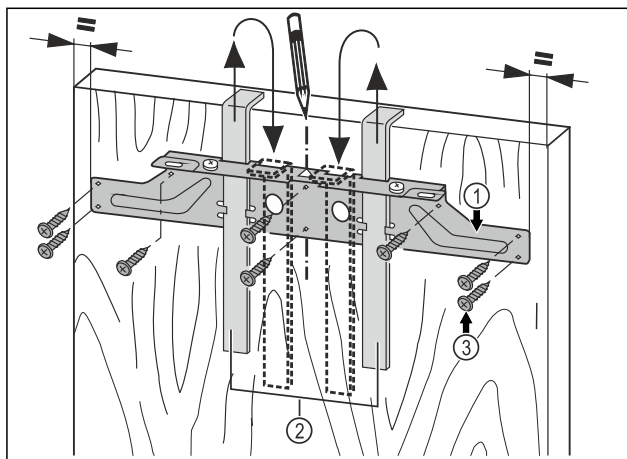

Fig. 45
- ▶ Häng upp monteringstraversen Fig. 45 (1) med monteringshjälpmedlen Fig. 45 (2) på möbeldörrens insida.
- ▶ Rikta in monteringstraversen Fig. 45 (1) i dörrens mitt.
- ▶ Skruva fast monteringstraversen Fig. 45 (1) med minst 6 skruvar Fig. 45 (3).
- ▶ Skruva fast monteringstraversen Fig. 45 (1) med minst 4 skruvar Fig. 45 (3) vid kanten.
- ▶ Dra ut monteringshjälpmedlen Fig. 45 (2) uppåt, vrid dem och sätt in dem i bredvidliggande öppningar.